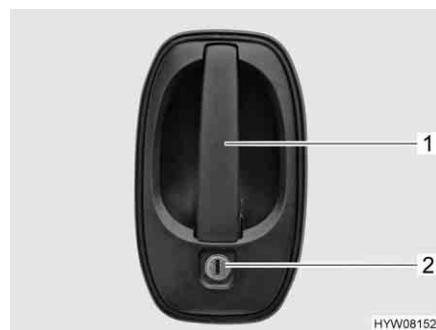

Fig. 57 Serratura della porta conducente/porta di ingresso, lato esterno
Apertura: ■ Inserire la chiave nel cilindro della serratura (Fig. 57,2) e ruotare fino a quando la serratura della porta si sblocca.
■ Tirare la maniglia della porta (Fig. 57,1). La porta è aperta.
Bloccaggio: ■ Inserire la chiave nel cilindro della serratura (Fig. 57,2) e ruotare fino a quando la serratura della porta si blocca.